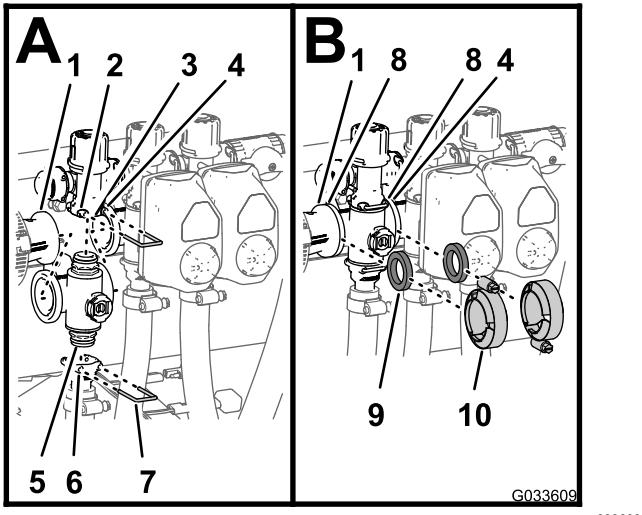

Bild 128
- Setzen Sie das obere Endkappen-Anschlussstück des Verteilevents in das Anschlussstück des Sicherheitsventils ein (Bild 128 A).
2. Stecken Sie einen Halter in die Buchse des Anschlussstückes des Sicherheitsventils, um das Endkappen-Anschlussstück am Anschlussstück des Sicherheitsventils zu befestigen (Bild 128 A).
3. Montieren Sie das Auslaufanschlussstück am unteren Endkappen-Anschlussstück des Verteilerventils (Bild 128 A).
4. Stecken Sie einen Halter in die Buchse des Auslaufanschlussstücks, um das Endkappen-Anschlussstück am Auslaufanschlussstück zu befestigen (Bild 128 A).
5. Fluchten Sie eine Dichtung zwischen den Flanschen der Reduzierkupplung und dem Abschnittventilverteiler aus (Bild 128 B).
6. Montieren Sie die Reduzierkupplung, die Dichtung und den Abschnittventilverteiler mit einer Klemme und ziehen sie mit der Hand an (Bild 128 B).
7. Fluchten Sie für den Einbau der zwei ganz linken Abschnittventile eine Dichtung zwischen den Flanschen der zwei danebenliegenden Abschnittventilverteiler aus (Bild 128 B).
einer Klemme und ziehen sie mit der Hand an (Bild 128 B).